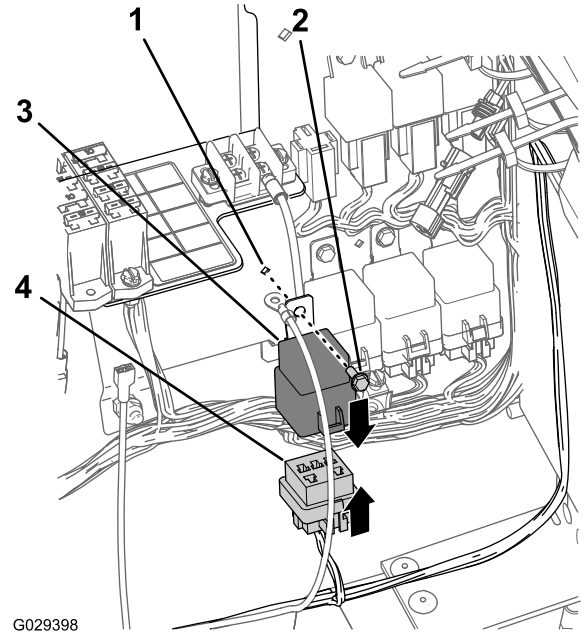

図 18
- エンジンルーム用の 197cm の枝についている5口ソケットを、リレーに合わせる 図 18。
2. コネクタのソケットにリレーのピンを挿入する 図 18。
3. リレーの取り付けタブについている穴を、配線パネルの穴に合わせる 図 18。
4. パネルにリレーを固定する 図 18 フランジヘッドボルト#10-24 x 1/2 インチを使用する。